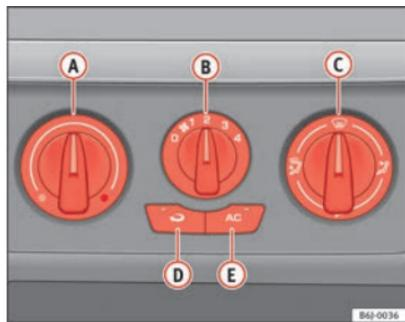

Fig. 93 Sulla plancia portastrumenti: i comandi dell'aria condizionata
- I comandi  $\Rightarrow$  fig. 93 **A** e **C** e la manopola **B** servono a regolare la temperatura, a selezionare il livello di potenza del ventilatore e ad indirizzare il flusso d'aria.